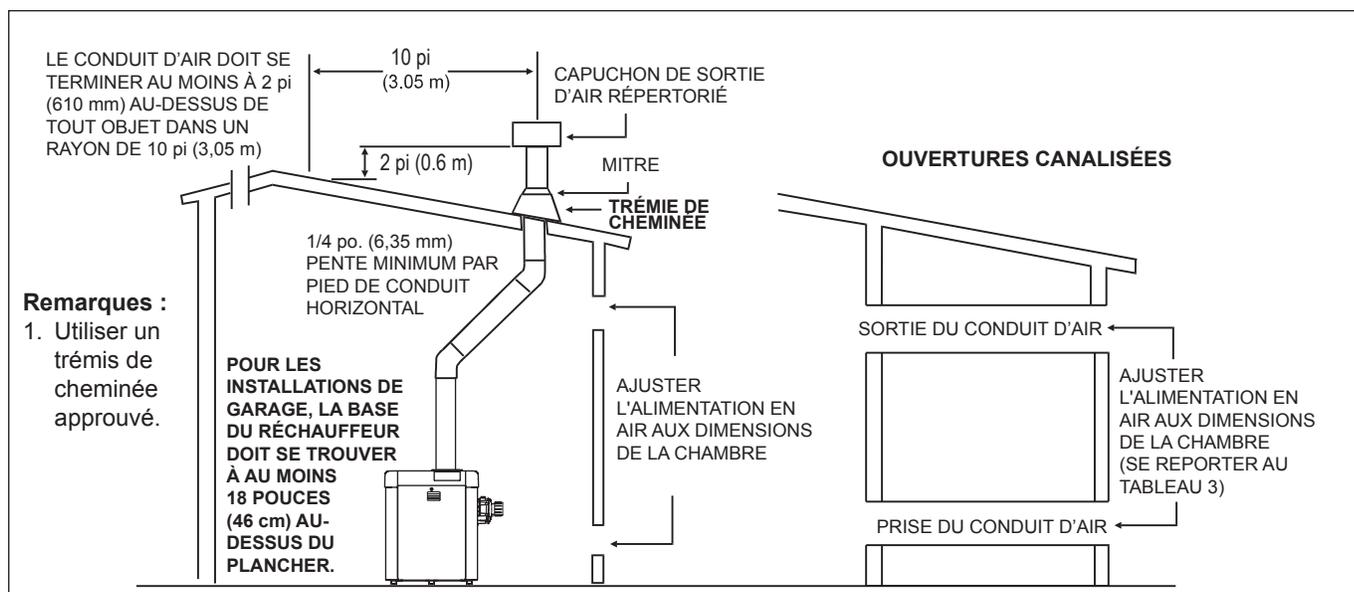

Figure 7. Aération pour installation à l'intérieur (USA) ou abri extérieur (Canada)
En général, ces exigences spécifient que la chambre dans laquelle un réchauffeur est installé doit contenir deux (2) ouvertures permanentes d'alimentation d'air; Une à l'intérieur de 305 mm (12 pouces) du plafond, l'autre, à 305 mm (12 pouces) du plancher. Toutes les installations intérieures doivent avoir des ouvertures d'alimentation d'air de combustion, de ventilation et de dilution des gaz à l'intérieur du bâtiment. Voir figure 7 et tableau 3. Zodiac Pool Systems, Inc. ne recommande pas que les installations intérieures ne fournissent pas d'air de combustion dans le bâtiment.